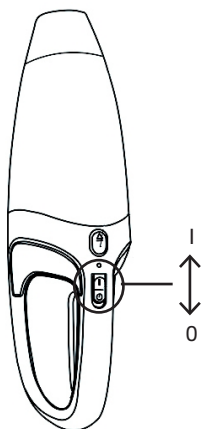

Abbildung 5
7. Um den Staubsauger in Betrieb zu nehmen, stellen Sie den Start/ Stopp-Schalter auf die Position „I“ (Start) (Abb. 5).
8. Stellen Sie den Start/Stopp-Schalter nach dem Gebrauch wieder auf die Position „0“ (Stopp) und setzen Sie den Staubsauger wieder in die Ladestation, um die Batterie für die nächste Verwendung zu laden (Abb. 5).